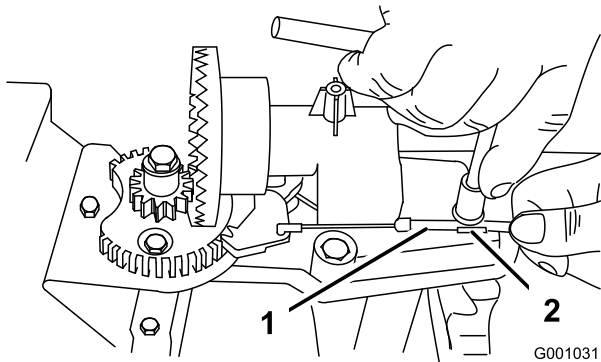
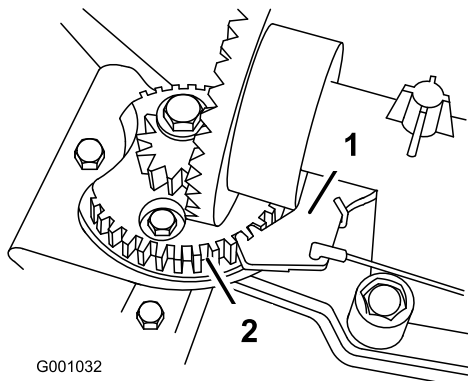

Figure 61
Figure 62
2. Desserrez le boulon du serre-câble (Figure 61).
3. Saisissez la gaine du câble et déplacez-la vers l'avant de la machine jusqu'à ce que le cliquet de verrouillage de l'éjecteur s'engage complètement dans les dents du secteur (Figure 61 et Figure 62).
**Remarque:** Le cliquet est rappelé par ressort et s'engage naturellement dans les dents du secteur (Figure 62).